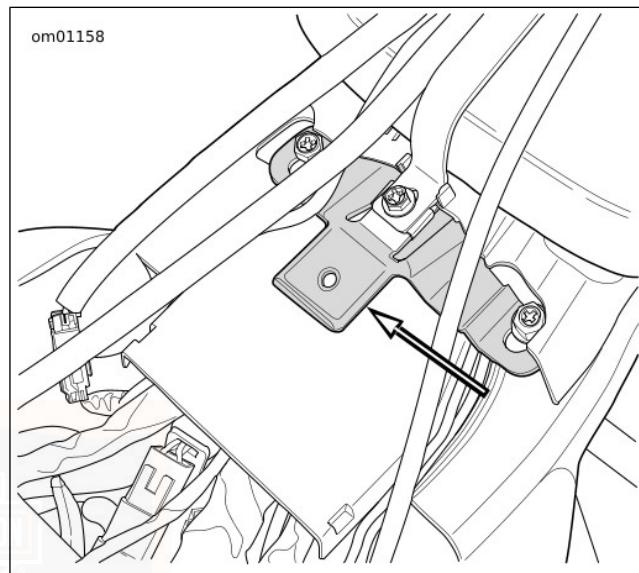
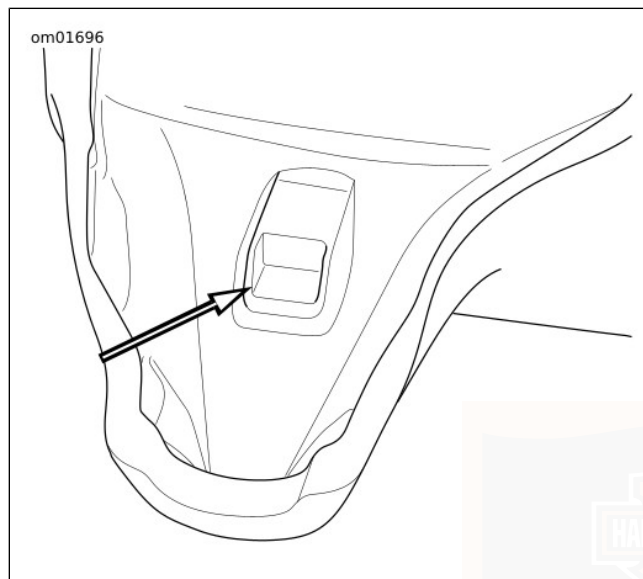

Figure 94. Languette de selle
Figure 95. Fente de montage de la selle
6. Voir Figure 94 et Figure 95. Soulever l'arrière de la selle. Pousser la selle vers l'arrière pour libérer la languette de la fente de la selle.
1. Voir Figure 94 et Figure 95. Aligner la fente de la selle avec la languette derrière le réservoir de carburant. Pousser la selle vers l'avant pour l'engager.